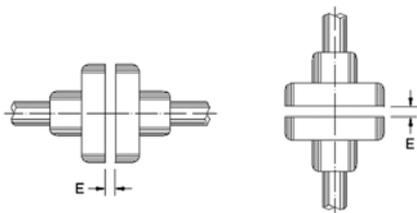

Figura 4.8: Holgura axial del acoplamiento (E)
Alinear cuidadosamente las puntas de eje y, siempre que sea posible, usar acoplamiento flexible, dejando una holgura (E) mínima de 3 mm. entre los acoplamientos, conforme es mostrado en la Figura 4.8.